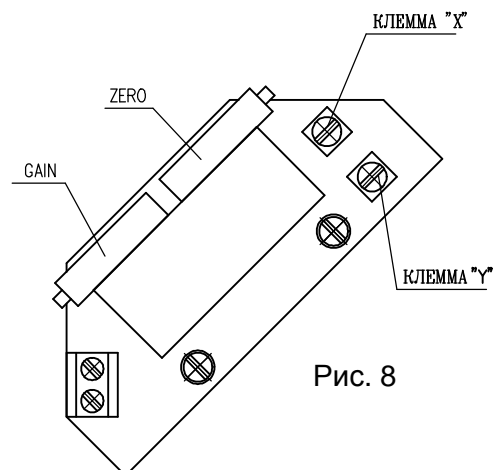

Рис. 8
3.4 Настройка электронного датчика положения (EPV) (EPV = датчика сопротивления с преобразователем РТК1) - 2-проводниковое включение (рис.8)
- Поворачиванием устанавливающего триммера ZERO (рис.8) установите величину выходного сигнала тока, измеряемого на клеммах 81-82, на величину 4 мА.